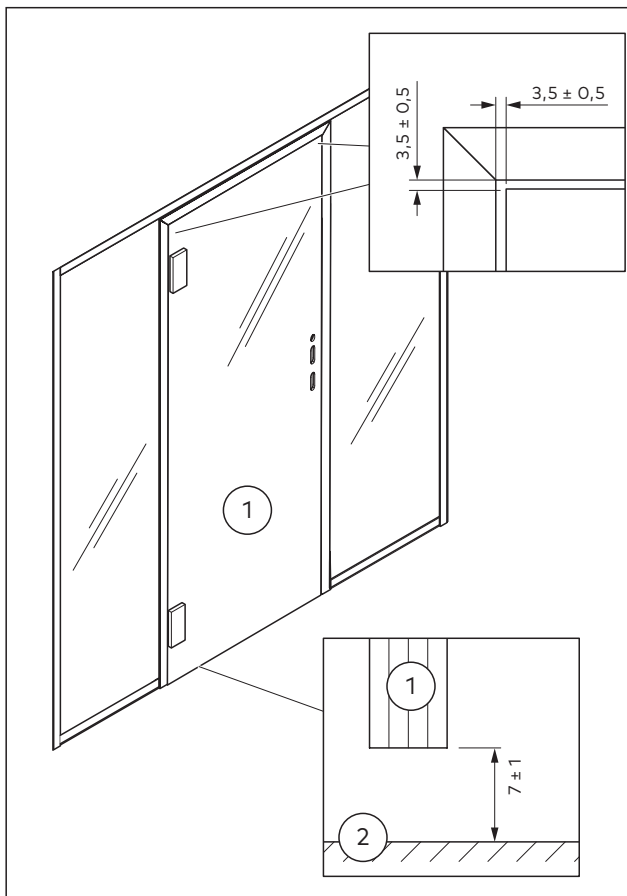

Abb. 15 Abstandsmaße im Zargensystem
- Zwischen Glastürflügel und Zarge auf beiden Seiten 3,5 mm  $\pm$  0,5 mm (Abb. 15)
- Zwischen Glastürflügel und Oberkante Fertigfußboden (OKFF) 7 mm  $\pm$  1 mm (Abb. 15)